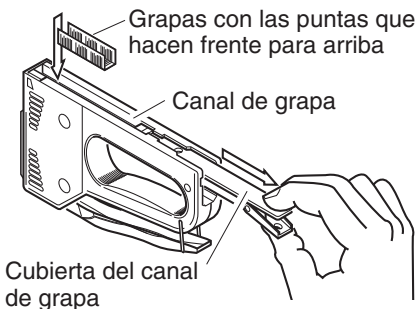

Figura 4
2. Voltee la grapadora boca abajo. En la parte posterior de la herramienta, apriete el pestillo del extremo del canal de grapas (vea la Figura 4). Hale la cubierta del canal de la grapa fuera del canal de grapas hasta el tope (vea la Figura 4).
3. Suelte las grapas en del canal de grapas. Asegúrese que la punta dé grapas este hacia arriba (vea la Figura 4).